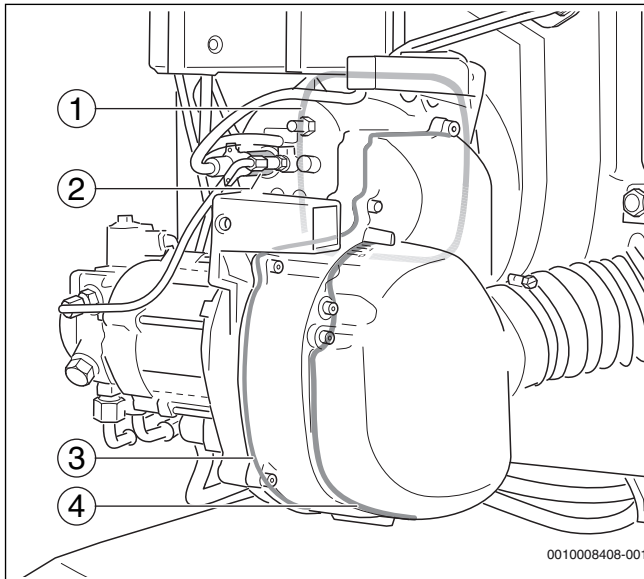

Fig. 44 Etanchéité supplémentaire
- Joint plat pour la bride de brûleur (→ fig. 44, [1])
- Support de la sonde de détection de flamme (→ fig. 44, [2])
- Fond du boîtier avec joint torique (→ fig. 44, [3])
- Etanchéification du silencieux (→ fig. 44, [4])